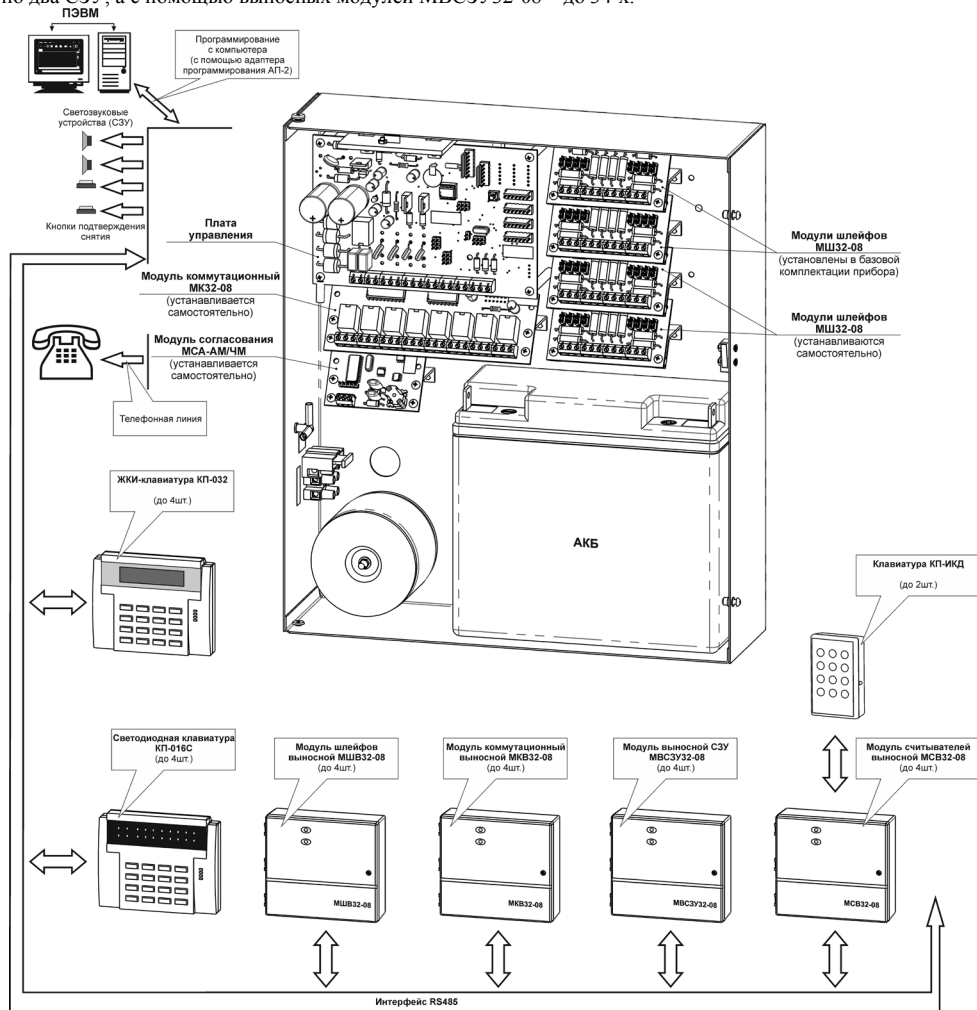

Рисунок 1 - Структурная схема системы на основе прибора ПКП-32
- закрепите плату при помощи винтов и втулок к держателям. Втулки установите между платой модуля и держателями. Собранный модуль закрепите при помощи винтов на основании корпуса прибора, место установки – см. Рисунок 1;
- закрепите плату при помощи винтов к держателям. Собранный модуль закрепите при помощи винтов на основании корпуса прибора, место установки – см. Рисунок 1;